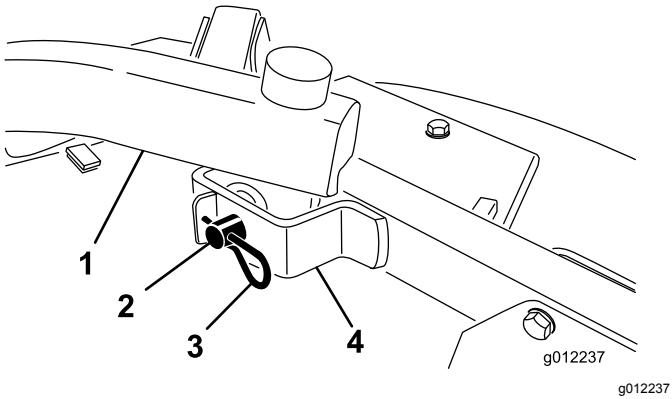

Figura 21
4. Retire las chavetas y los pasadores de horquilla que fijan los brazos de elevación a los soportes de los brazos de las ruedas giratorias (Figura 21).